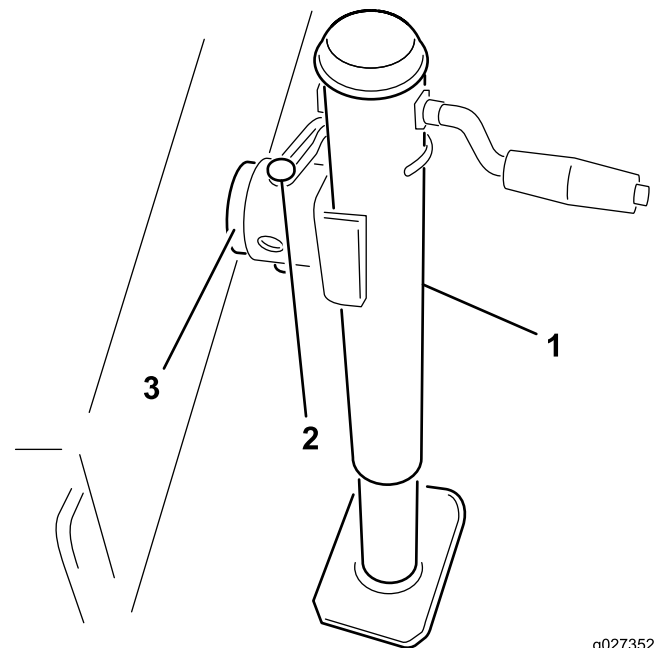

Bild 2
2. Stecken Sie die Stützstange auf den Rahmenstift und befestigen sie mit dem Stift (Bild 2).